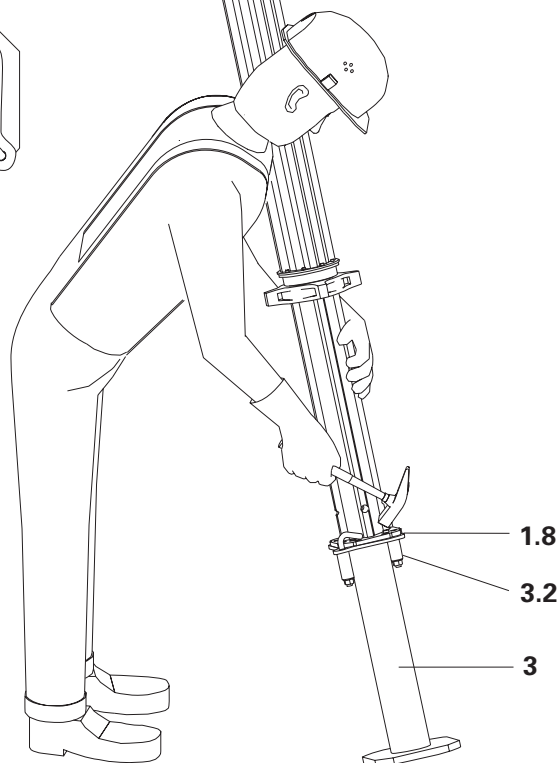

Fig. 4
3. A l'aide d'un marteau, emmancher la griffe de serrage **3.2** sur la platine de pied ou de tête de l'étais. Fig. 4
2. A l'aide d'un marteau, emmancher les griffes de serrage **4.2** sur la platine de pied ou de tête de l'étais. Fig. 4